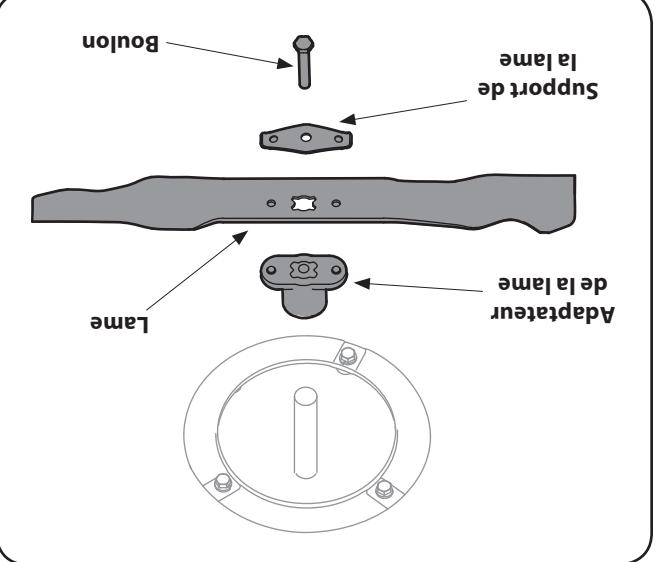

Figure 7-1
2. Enlevez le boulon et le support de la lame qui maintiennent la lame et l'adaptateur sur le viseur. Voir la Fig. 7-1.
3. Dégagiez la lame et l'adaptateur du viseur. Voir la Fig. 7-1.
- Placez le support coude sur la lame. Alignez les encoches du support coude avec les trous de la lame. Assurez-vous que la lame alignée est qu'elle repose sur les boulons de l'adaptateur. Voir le détail de la Figure 7-1.
- le numéro de pièce se trouve sur le dessous (vers le sol) de la lame sur l'adaptateur de fagon que le côté « Bottom » (ou pendant le fonctionnement. Assurez-vous que la lame est bien alignée et qu'elle repose sur les boulons de l'adaptateur. Voir le détail de la Figure 7-1.
6. Placez le support coude sur la lame. Alignez les encoches du support coude avec les trous de la lame. Assurez-vous que la lame alignée est qu'elle repose sur les boulons de l'adaptateur. Voir le détail de la Figure 7-1.